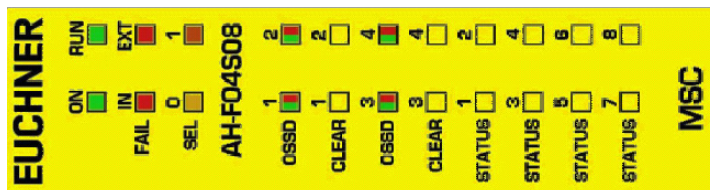

Bild 27:
8.3.15. Modul AH-F04S08 (Bild 27)